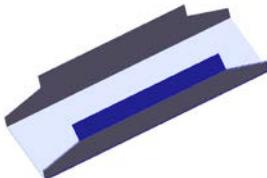
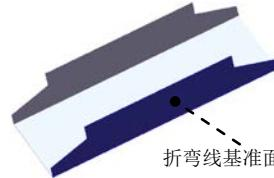

图 11.2.9 绘制的折弯 1
图 11.2.10 折弯线基准面
Step5. 创建图 11.2.9 所示的钣金特征——绘制的折弯 1。
(1) 选择命令。选择下拉菜单 $\text{插入(I)} \rightarrow \text{钣金(H)} \rightarrow \text{绘制的折弯(S)...}$ 命令(或单击“钣金”工具栏上的“绘制的折弯”按钮 弯)。
(2) 定义特征的折弯线。
① 定义折弯线基准面。选取图 11.2.10 的模型表面作为折弯线基准面。